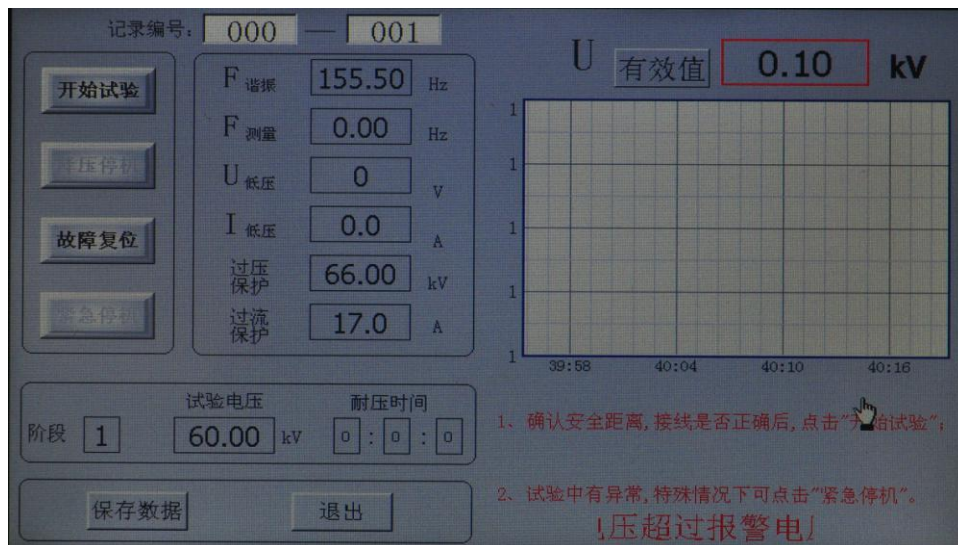

图 6
- 自动试验: 当“参数配置”设置完时, 点击“自动试验”, 进入“自动试验”界面, 显示界面如图 6 所示。